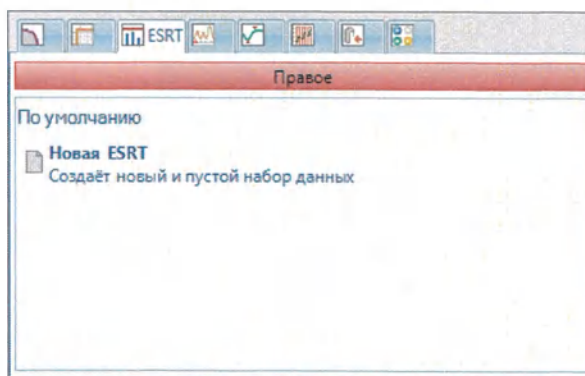

Рис. 65 Диалоговое окно открытия задачи «ESRT»
1. При нажатии кнопки **Новая задача** открывается диалоговое окно задачи, показанное на рис. 65, в котором можно выбрать вкладку «ESRT» и открыть ESRT, щелкнув строку **Новая ESRT**.